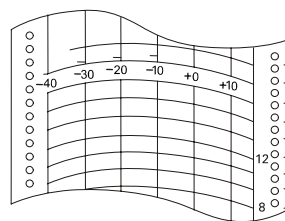

图 1
设备内的镍氢电池是用于断电报警的。电池的位置在位于顶部的电控箱内。（图 1）
1. 记录纸上的信息如图 1 所示。